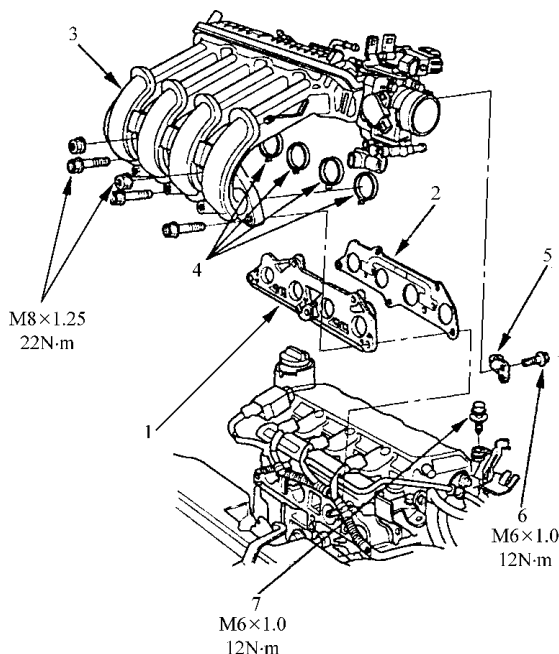

图 2-142 进气歧管的安装
1) 如图 2-142 所示, 使用新垫圈, 安装废气再循环(EGR)板。使用新的 O 形密封圈安装进气歧管, 然后从里边的螺栓开始, 分 2~3 步, 以交叉方式, 锁紧螺栓/螺母。松松地装上进气歧管支架, 然后, 再拧紧螺栓。